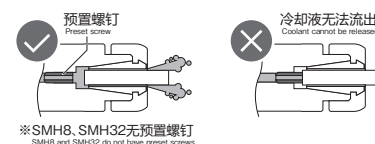

图3 Fig. 3
6. 使用SMH16的GHC型夹套时，请将预置螺钉拧到刀柄最里面的状态下使用（图3）。
6. When using the SMH16 GHC type collet, make sure that the preset screw is screwed all the way into the holder (Fig. 3).